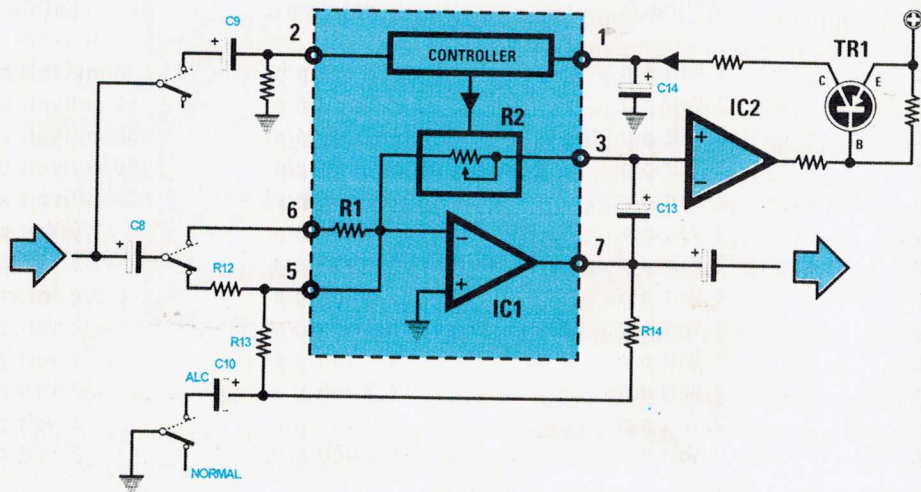

Fig. 4 Para hacer funcionar el integrado NE.570 en modo NORMAL la señal BF se aplica a la patilla de entrada 5 desconectando de masa el condensador C10.
**LX.1274:** Todos los componentes visibles en la fig.4, necesarios INCLUIDO el mueble y las dos máscaras de aluminio perforadas y serigrafia-das . . . . . **8.075 ptas.**
En modo **normal** cualquier señal **débil** que entra en la entrada (ver en la fig.4 la patilla **5**) sale por la patilla de salida **7** con la misma amplitud, mientras todas las señales que superen los **2 voltios pico/pico** son **atenuadas** como se muestra en la **Tabla N.2**.
En la fig.4 podéis ver el esquema del modo en que hay que conectar este integrado para hacerlo funcionar como **compresor normal**.